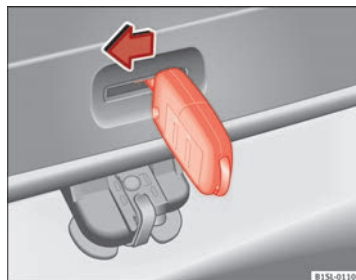

Fig. 130 Depuis le coffre à bagages : déverrouillage de secours du hayon.
- Introduisez le panneton de la clé dans l'ouverture du hayon ⇒ fig. 130 et appuyez sur le levier de déverrouillage dans le sens de la flèche pour déverrouiller le hayon. ■